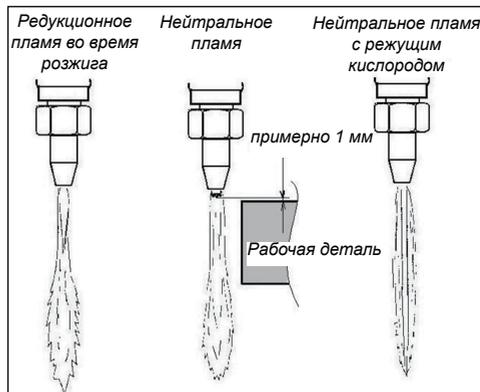

Рис. 6: Регулировка пламени
4.2.3. Откройте на короткое время вентиль режущего кислорода, чтобы Вы видели правильную регулировку нейтрального пламени, а потом закройте его (см. также Рис. 6)